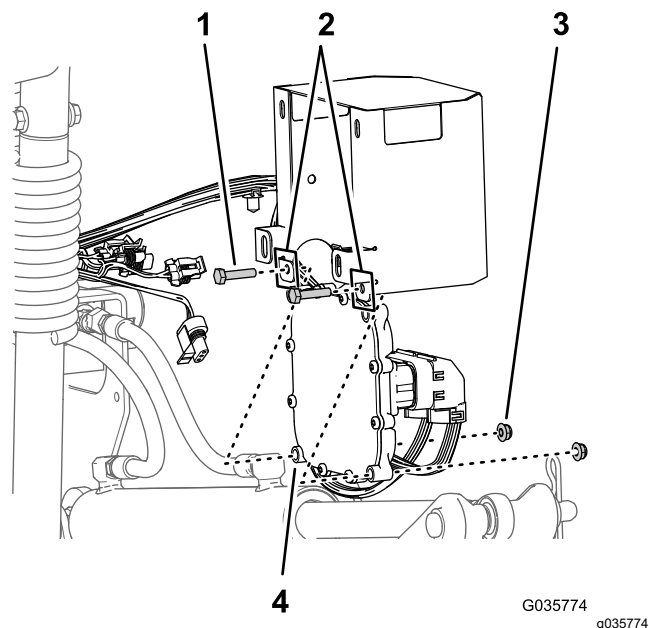

Figura 28
1. Alinee el controlador electrónico al interior de la cubierta del controlador con los taladros de montaje exteriores inferiores del controlador alineados con los de la brida trasera inferior de la cubierta (Figura 28)
2. Monte el controlador en la cubierta con 2 pernos ($\frac{1}{4}$ " x $1\frac{1}{8}$ ") y 2 contratuercas con arandela prensada ($\frac{1}{4}$ "), tal y como se muestra en la Figura 28.